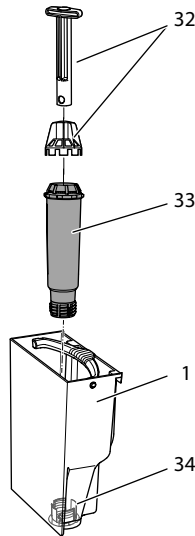

Рис. 19: Завинчивание и отвинчивание фильтра для воды
- Снимите фильтр для воды (см. Рис. 19 на стр. 309).
9. Вставьте новый фильтр в контейнер для воды (см. *Рис. 19*).
3. Извлеките фильтр для воды (см. Рис. 19).